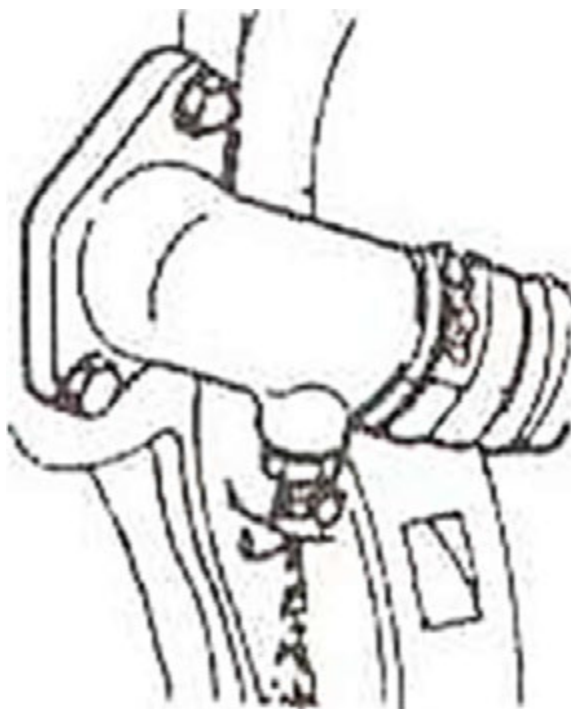

Рис. 3-7. Слив охлаждающей жидкости
- 2.) При отрицательной температуре окружающей среды для предотвращения размораживания двигателя после завершения работы трактора необходимо **сливать воду** из охлаждающей системы дизеля (рис. 3-7).